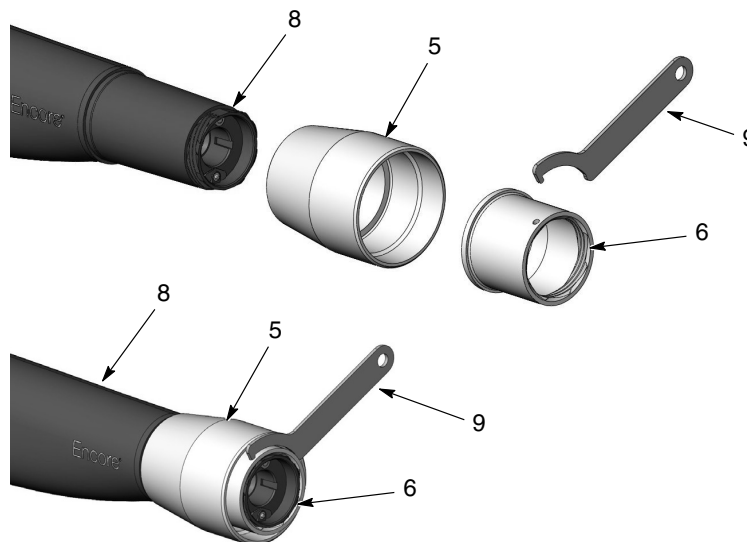

Abbildung 5 Gehäuse- und Haltemuttern auf Sprühpistole montieren
4. Siehe Abbildung 5. Die Gehäusemutter (5) über das Ende der Sprühpistole (8) schieben. Die Haltemutter (6) mithilfe des im Lieferumfang der Verlängerung enthaltenen Schraubenschlüssels (9) auf die Vorderseite der Sprühpistole schrauben. Bei montierter Haltemutter sollte die Gehäusemutter beim Drehen frei rotieren.
4. Falls die Gehäusemutter oder die Haltemutter nicht ersetzt werden müssen, können sie an der Sprühpistole montiert bleiben. Wenn sie ersetzt werden müssen, die Haltemutter wie in Abbildung 5 gezeigt mithilfe des Schraubenschlüssels von der Sprühpistole entfernen.